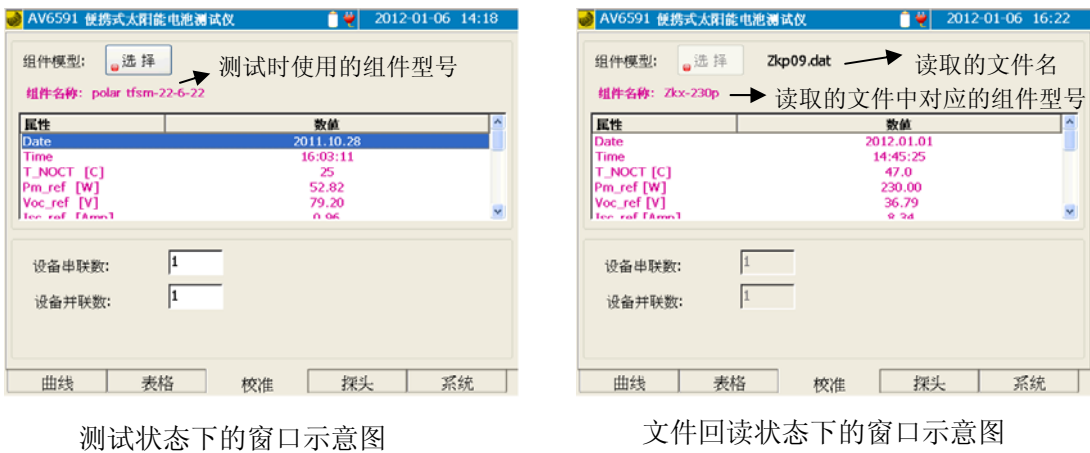

图 5-13 校准窗口示意图
校准窗口主要用于浏览、修改、添加组件型号。在进行测试之前，必须选取合适的组件型号，确保选定的组件型号中的各项参数与当前被测的电池组件类型一致，否则将导致测试结果出现较大的偏差。校准窗口示意图如图 5-13 所示。
- 当处于文件回读状态时，**【选择】**按钮无效，组件型号参数不允许修改。如上图 5-13 中右侧图所示。